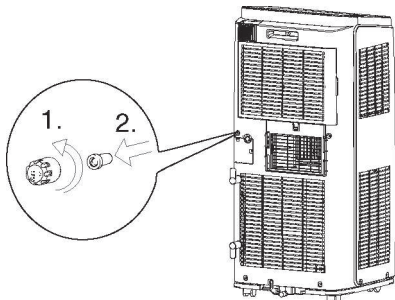

Bild 15: Zugang zum Port für den Kondenswasserablauf
1. Port frei legen (Bild 15): Stopfen gegen den Uhrzeigersinn herausdrehen (1), den darunter befindlichen Gummipropfen entfernen (2)